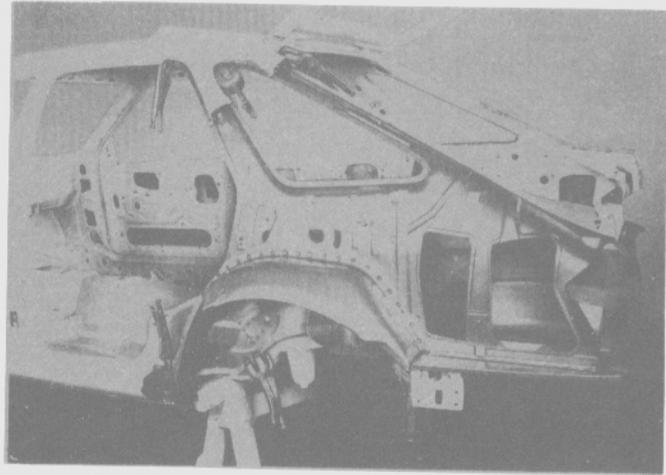

Fig. 245
- Montar el nuevo panel en su posición y sujetarlo con pinzas (Fig. 245).